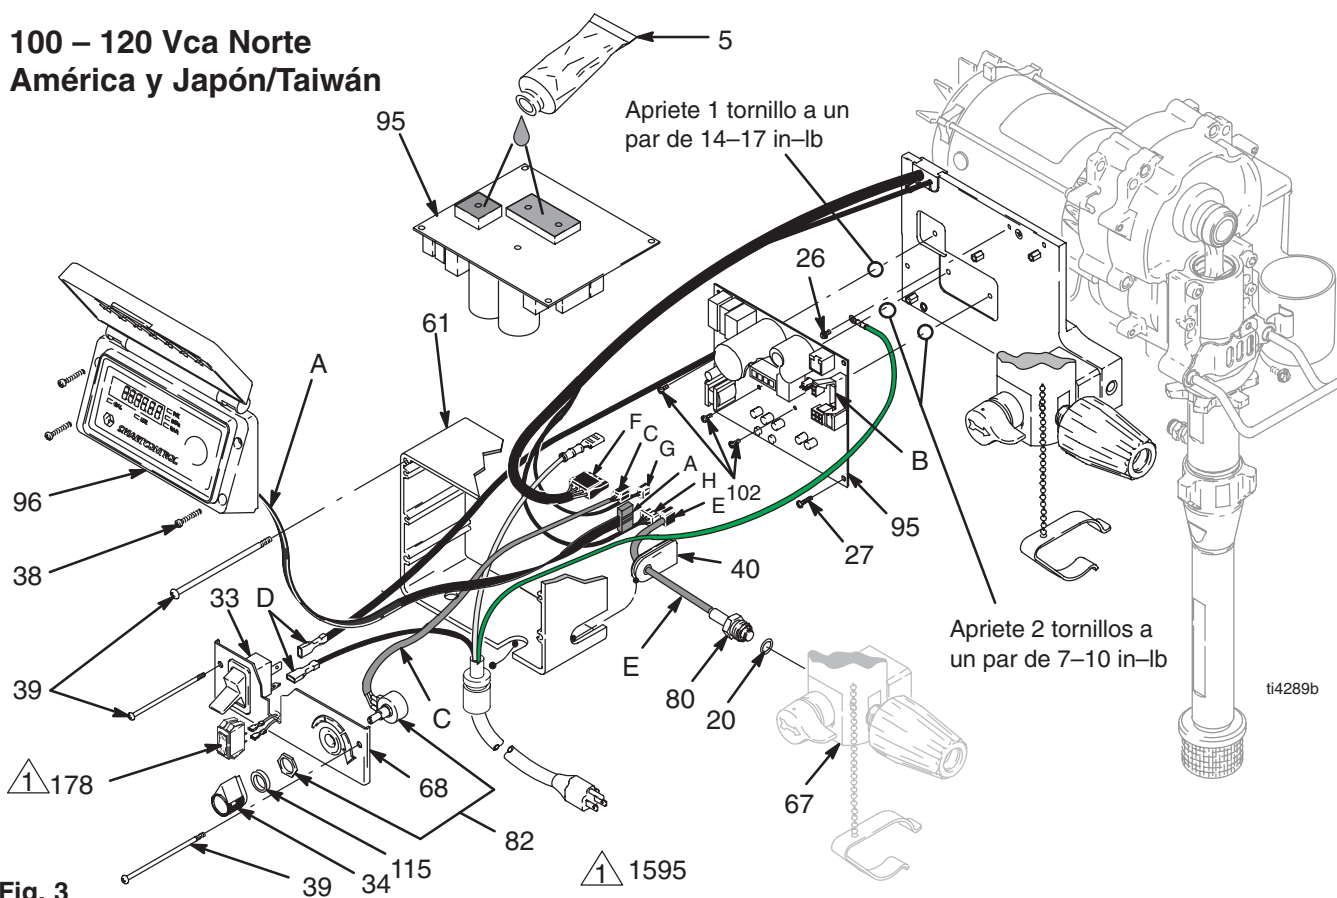

Fig. 3
2. Fig. 3. Retire los cuatro tornillos (38) y la tapa (96).
3. Desenchufe el conector de la pantalla (A) de la tarjeta de control del motor (95).
4. Retire los dos tornillos inferiores (39) y deje que panel de control (68) cuelgue libremente.
5. Desconecte los hilos(s) eléctricos de la tarjeta de control (D) del interruptor de ENCENDIDO / APAGADO (33) y la tarjeta de control del motor (95).
6. Desenchufe el conector del potenciómetro (C) de la tarjeta de control del motor.
7. Desconecte el interruptor 15/20A (178) (1595).
8. Desenchufe el conector del transductor (E) de la tarjeta de control del motor.
10. Retire los dos tornillos superiores (39) y la caja de control (61).
11. Retire los cinco tornillos (27), los tres tornillos (102) y la tarjeta de control del motor.
1. Fig. 3. Aplique una pequeña cantidad de compuesto térmico 110009 (5) a las áreas de los componentes sombreados de la parte trasera de la tarjeta de control del motor (95).
2. Instale la tarjeta de control del motor (95) con cinco tornillos (27). Apriete a un par de 9–11 in-lb (1,02 – 1,24 N·m). Instale y apriete los tres tornillos (102) a los valores indicados en la Fig 3.
4. Instale la caja de control (61) con los dos tornillos superiores (39).
5. Enchufe el conector del transductor (E) a la tarjeta de control del motor.
6. Conecte el interruptor de 15/20A (178) (1595).
7. Conecte los hilos conductores de potencia de la tarjeta de control del motor (D) al interruptor de ENCENDIDO / APAGADO (33).
8. Enchufe el conector del potenciómetro (C) a la tarjeta de control del motor.
9. Instale el panel de control (68) con los dos tornillos (39).
10. Enchufe el conector de la pantalla de visualización (A) a la tarjeta de control del motor.
11. Instale la cubierta (96) con los cuatro tornillos (38).
- Fig. 3, 4 ó 5. Retire los cuatro tornillos (38) y la tapa (96).
- Desenchufe el conector del potenciómetro (C) de la tarjeta de control del motor (95).
- Retire el mando del dispositivo de control de presión (34) con una llave hexagonal.
- Retire la junta (115), la tuerca y el potenciómetro (82) del panel de control (68).